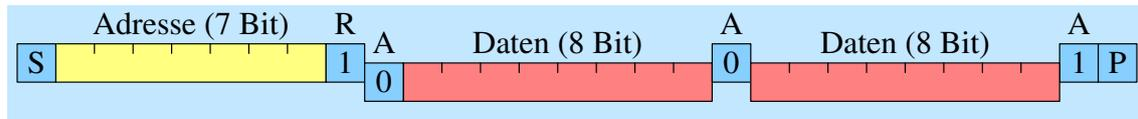

Abbildung 5: Master liest zwei Bytes
**4.2.3.4 Beispiel: Master liest zwei Bytes** In Abbildung 5 ist der Verlauf für das Lesen mehrerer Bytes dargestellt.